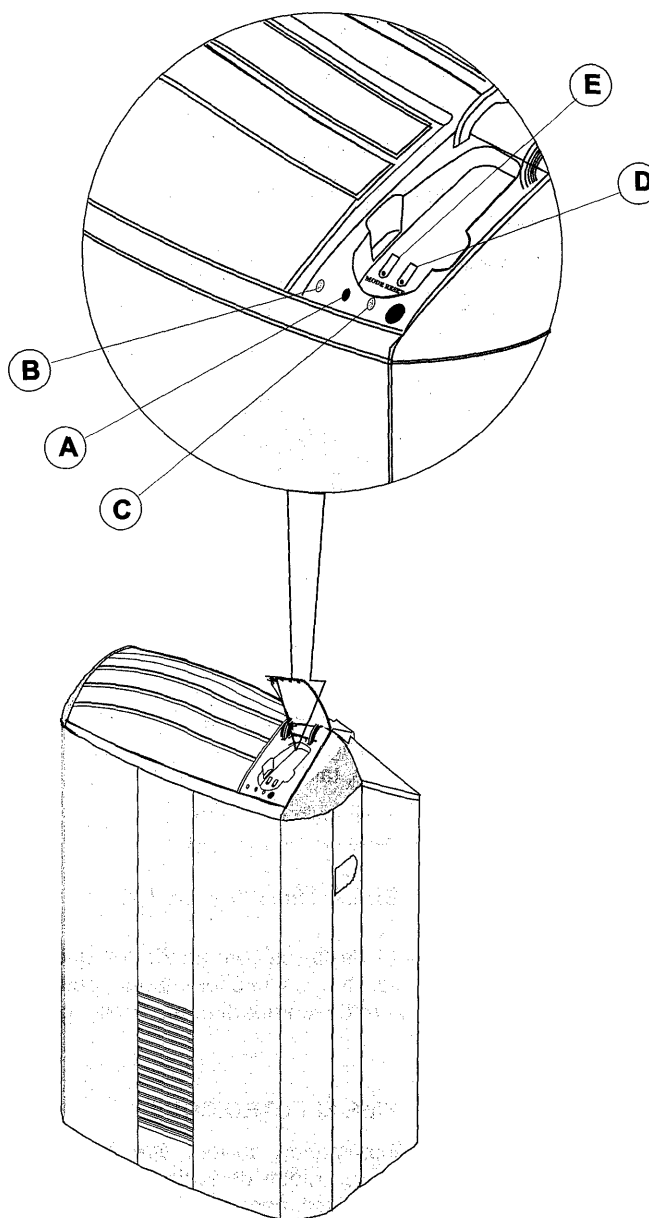

Figure 15
### INDICATEUR POUR LE FILTRE ET LE RÉSERVOIR D'EAU (indicateur (C) sur la figure 15)
### OPÉRATION DE MISE EN MARCHÉ (bouton E et D sur la figure 15)
## INDICATEURS ET CONTROLEURS DE MISE EN MARCHÉ DE L'UNITÉ (Voir figure 15)
## PROCÉDURE DE MISE EN MARCHÉ (Voir Fig. 15 & 16)